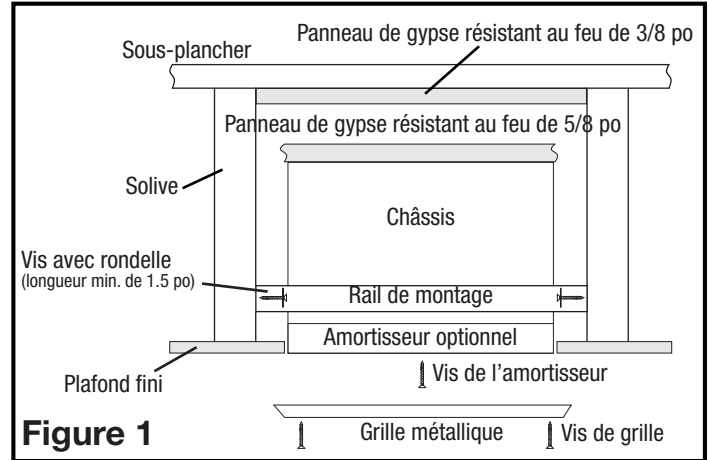

Figure 1
- As per UL and CUL fire resistance construction, install a minimum 3/8" Fire Rated gypsum board 18" long so that it is centered above the fan. The gypsum board must span the distance between the joists, typically 14 1/2" for joists on 16" centers (**Figure 1**).
- As per UL and CUL fire resistance construction, install a minimum 3/8" Fire Rated gypsum board 18" long so that it is centered above the fan. The gypsum board must span the distance between the joists, typically 14.5" for joists on 16" centers (**Figure 1**).
- Selon la certification UL et CUL de construction résistante au feu, installez un panneau de gypse d'une épaisseur minimale de 3/8 po et de 18 po de longueur de façon à ce qu'il soit centré au-dessus du ventilateur. Le panneau de gypse doit couvrir la distance entre les solives, généralement de 14,5 po pour les solives des centres de 16 po (**Figure 1**).